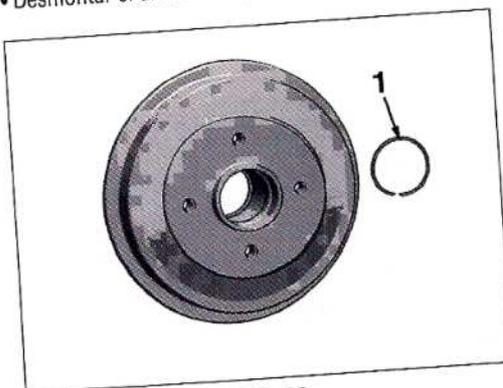

FIG. 46
- Desmontar el anillo de seguridad (1) (Fig.46).